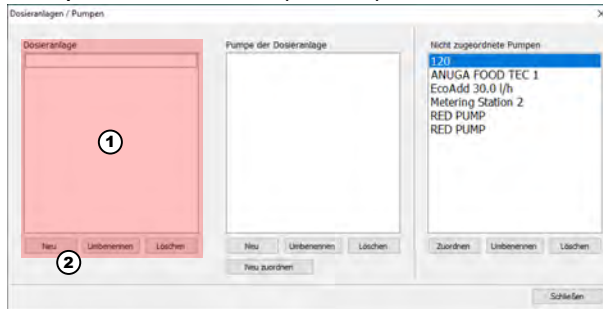

Abb. 7: Dosieranlage anlegen
⇒ Das Fenster schließt sich und der Bildschirm zum Anlegen „Dosieranlagen und Pumpen“ öffnet sich (Abb. 7).
2. Legen Sie als erstes eine „Dosieranlage“ an (Abb. 7, Pos.1). Hierfür die Taste [Neu] (Abb. 7, Pos. 2) Drücken.